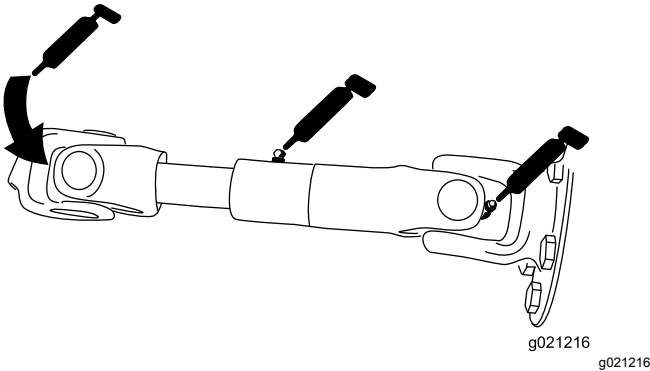

Figura 64
- Eje de transmisión de la bomba (3) (Figura 64)